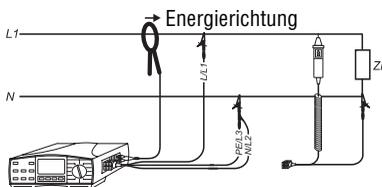

Bild 97: Anschluss der Messleitungen und des Zangenadapters
- ▶ Die gewünschte Messleitung an den 4-poligen Messanschluss (17) des UNITEST 0100-EUROtest anschließen. Entweder die 3-polige Messleitung oder COMMANDER 2 (lieferbar als Zubehör Best.-Nr. 1223) verwenden. Ebenfalls den gewünschten Zangenadapter an die beiden Messanschlüsse C1 (14) und C2/P (15) anschließen, siehe Bild 97.
- ▶ Den UNITEST 0100-EUROtest mit der Taste 'EIN/AUS' einschalten, den Drehschalter 'Messfunktion' auf die Funktion (6) Leistung/Energie stellen.
- ▶ Die Messleitungen und den Zangenadapter mit dem Prüfling gemäß Bild 97 verbinden. Öffnen Sie den Zangenadapter und umschließen Sie am Prüfling den zu messenden Leiter. Falls gewünscht kann mit der Taste 'HILFE' diese Anschlussinformation direkt am Messgerät abgerufen werden, mehrfaches Drücken der Taste 'HILFE' zeigt verschiedene Anschlussmöglichkeiten an.